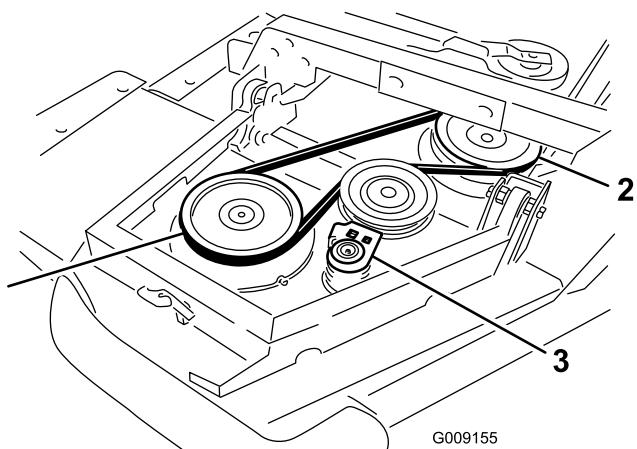

Bild 5
- Legen Sie den Riemen um die Riemenscheibe der Flügelsspindel und die Riemenscheibe der Frontmähwerksspindel (Bild 5).
- Schieben Sie die Spannscheibe mit einem Schraubenschlüssel oder einem ähnlichen Werkzeug von den Scheiben (Bild 5).